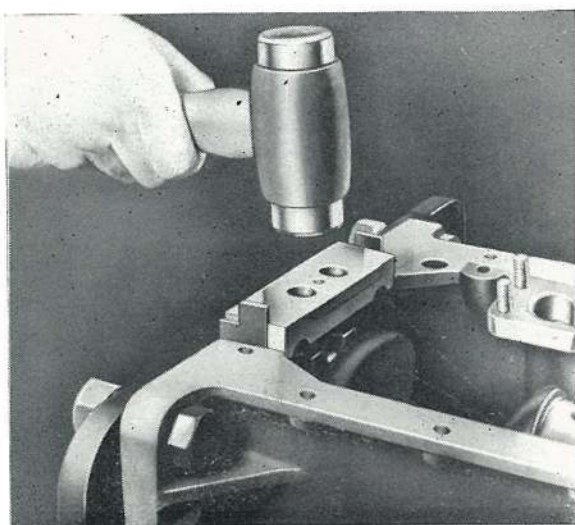

FIG. 33
10. Nettoyer le bloc d'étanchéité avant et monter les deux joints en forme de « T » après les avoir enduits de « SHELLAC ». Puis mettre le bloc d'étanchéité en place en prenant la précaution de disposer les deux trous vers l'avant (voir fig. 33). Serrer ensuite les deux vis de fixation.